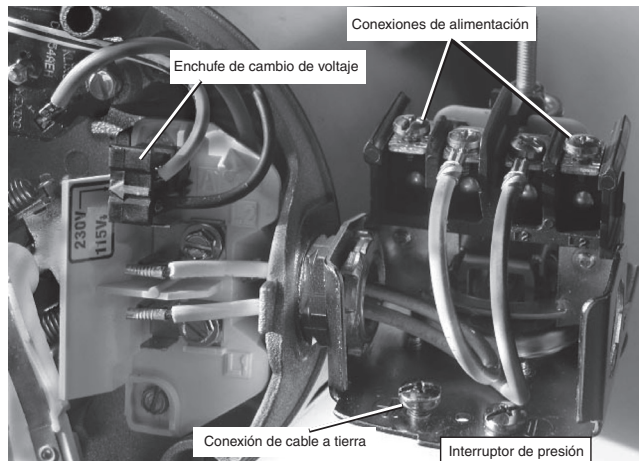

Figura 14 - Voltaje configurado a 230 V, tipo enchufe
4. Conecte los conductores de alimentación de entrada a los dos tornillos exteriores del interruptor de presión como se muestra en la Figura 14.
5. Conecte el cable a tierra a una de las conexiones a tierra, que se muestran en la Figura 14.